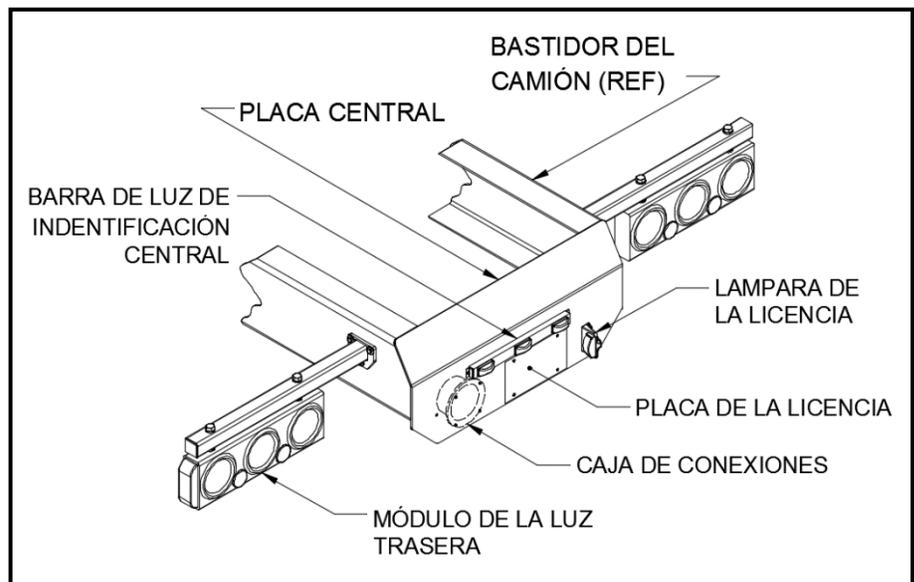

Figura 2
3. Coloca la placa central {N Pt 63H08} al posterior del bastidor principal. Suelda la placa central al bastidor (Vea figura 2 y las notas adicionales)
8. Monta la caja de conexiones atrás al lado izquierdo de la placa central (Vea Figura 2), utilizando los sujetadores suministrados (Figura 3).